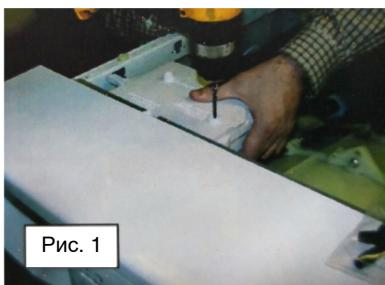

Рис. 1
3. Придерживая корпус лотка для стиральных средств, осторожно просверлите сверлом 1/8" направляющие отверстия в центре отверстий для химических средств в верхней части лотка (Рис. 1), которые предназначены для использования.
4. Используйте сверло 13–32 или 10 мм, чтобы увеличить направляющие отверстия, просверленные на шаге 3 (Рис. 1). Не используйте другие размеры бит на этом этапе.